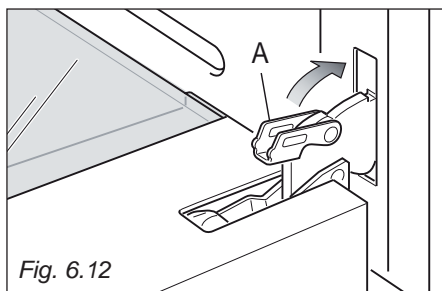

Fig. 6.12
- Aprire completamente la porta del forno e richiudere la leva "A" delle cerniere destra e sinistra (fig. 6.12)